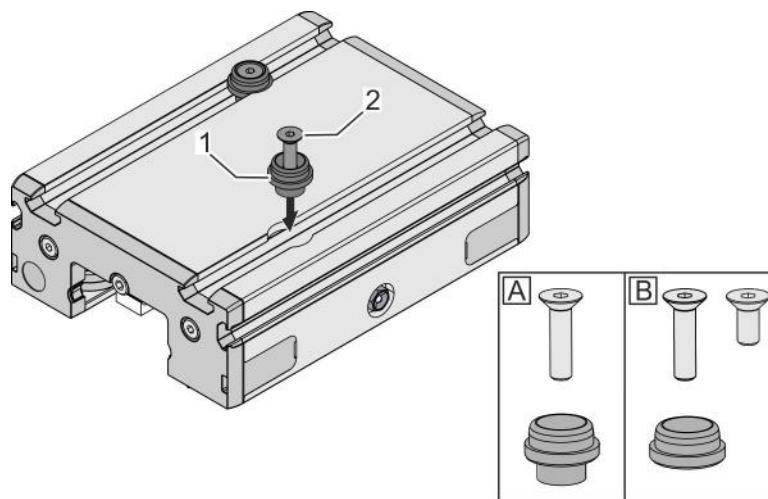

Abb. 38: Zentriersätze montieren
1. ➤ Zentriersätze (Abb. 38/1) in die dafür vorgesehenen Bohrungen des Führungsschlittens setzen.
2. ➤ Schraube (Abb. 38/2) festziehen: